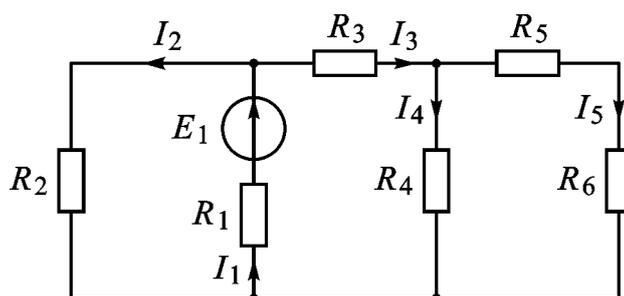

Рис. 4
2.2. Для схемы рис. 4, в соответствии с данными своего варианта, используя эквивалентные преобразования сопротивлений, определить токи в
3.3. Собрать схему (рис. 4). Установить заданные значения $E_1, R_1 \dots R_6$.